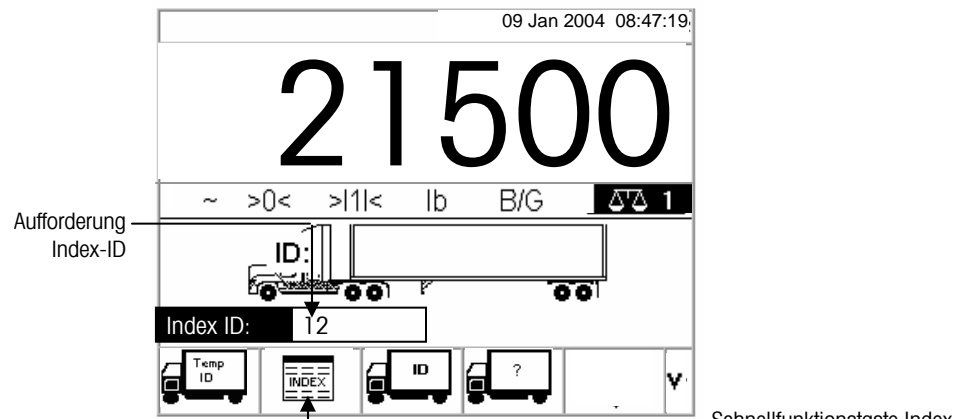

Abbildung 2-10: Wägebildschirm mit Index-ID-Eingabeaufforderung
1. Wenn sich das Fahrzeug auf der Waage befindet, wird die INDEX-Schnellfunktionstaste gedrückt (Abbildung 2-10).
2. Eine Index-ID-Eingabeaufforderung wird zusammen mit einem Cursor im ID-Feld eingeblendet (siehe Abbildung 2-10).